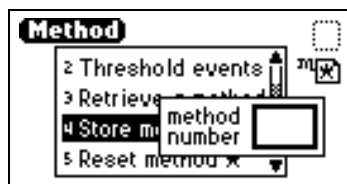

图 3-24 Method Number 字段
2. 按 4 Store method *。出现 method number 字段（图 3-24）。